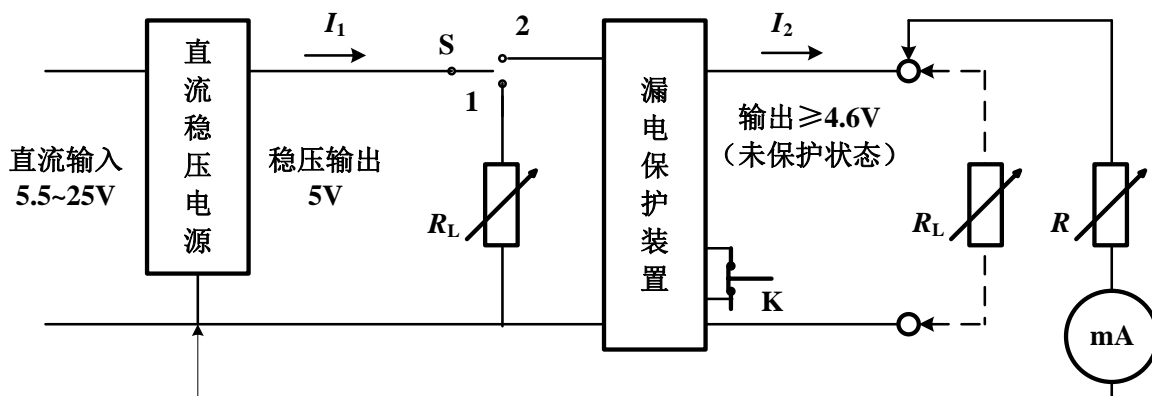

图 1 电路连接图
设计并制作一台线性直流稳压电源和一个漏电保护装置，电路连接如图 1 所示。图中  $R_L$  为负载电阻、 $R$  为漏电电流调整电阻、 $A$  为漏电流显示电流表、 $S$  为转换开关、 $K$  为漏电保护电路复位按钮。
(1) 转换开关 S 接 2 端，将  $R_L$  接到漏电保护装置的输出端，阻值固定为  $20\Omega$ ， $R$  和电流表 A 组成模拟漏电支路（见图 1）。调节  $R$ ，将漏电动作电流设定为 30 mA。当漏电保护装置动作后， $R_L$  两端电压为 0V 并保持自锁。排除漏电故障后，按下 K 恢复输出。要求漏电保护装置没有动作时，输出电压  $\geq 4.6V$ 。
(2) 要求漏电保护装置动作电流误差的绝对值  $\leq 5\%$ 。
(3) 尽量减小漏电保护装置的接入功耗。
(4) 其他。